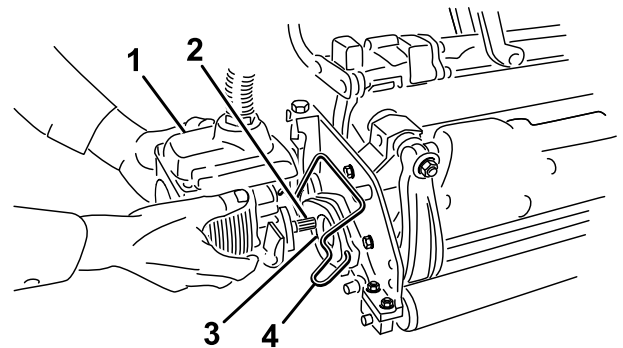

图38
6. 在滚刀组马达的花键轴上涂抹干净的润滑脂 图38。
7. 将马达插入滚刀组左侧从操作员的位置看并将滚刀组上的马达固定架拉向马达直到听见马达两侧发出“咔哒”的声音 图38。